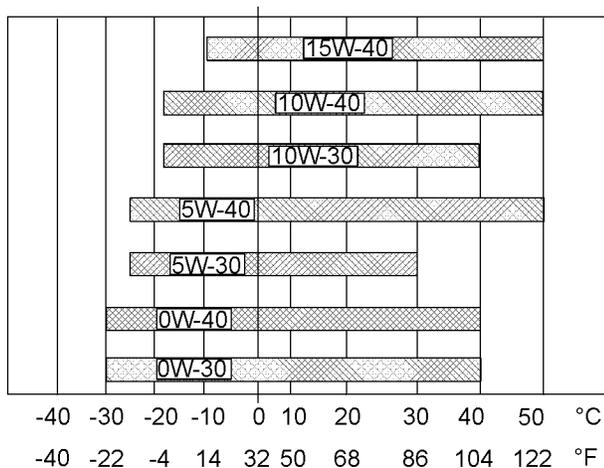

图 57
请参阅图 57 (最低温度) 以确定发动机冷起动时所需要的机油粘度。
请参阅图 57 (最高温度) 以选择发动机在预期的最高环境温度下运行时所需要的机油粘度。
- 请参阅适用的“机油粘度”。为找到适合您的发动机的机油粘度等级, 请参阅图 57。